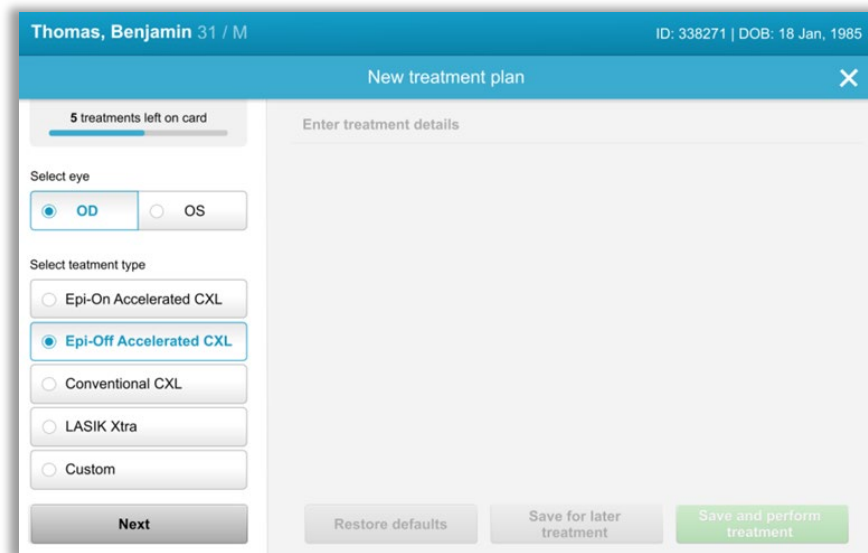

Figure 3-5. Sélectionner un œil
- Lorsque l'œil est sélectionné, le champ est souligné en bleu comme illustré à la figure 3-5.